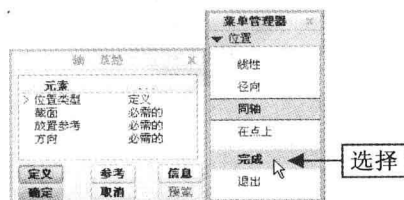

图 8-21 选择“完成”选项
Step 02 弹出“轴：草绘”对话框和“位置”菜单管理器，依次选择“同轴”选项和“完成”选项，如图 8-21 所示。